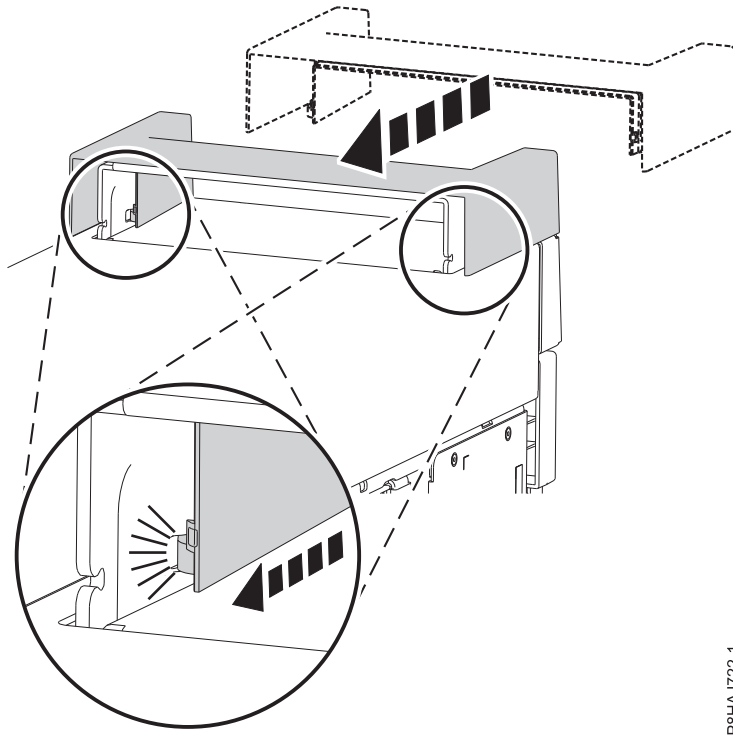

Abbildung 18. Griffabdeckung bei einem Standalone-System vom Typ 8286-41A befestigen
1. Befestigen Sie die Griffabdeckung an der internen RDX-Andockstation (FC EUA3), indem Sie sie in Richtung der Rückseite des Systems schieben. Siehe Abb. 18.